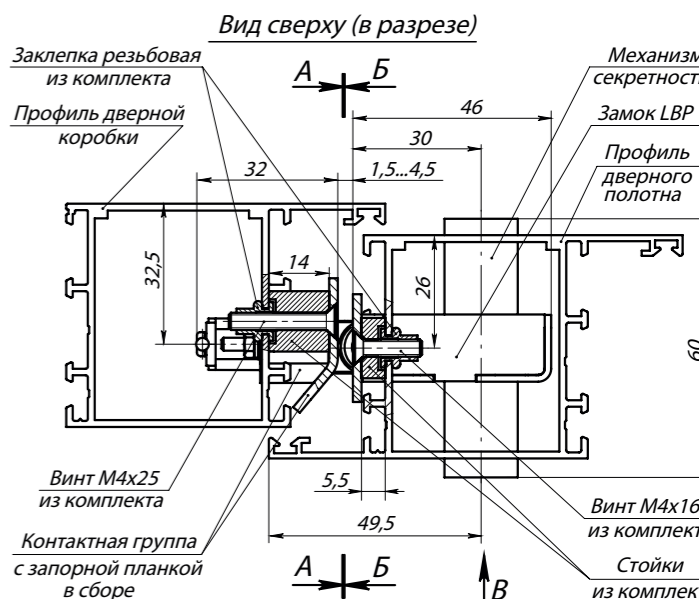

Рис. 3. Замок с контактной группой PERCo-BP2 в сборе (виды А, Б и В изображены на установочных шаблонах)
- профили дверного полотна AGS68\_6863, AGS50\_5213 и профили дверной коробки: AGS68\_6864, AGS50\_5215 (ООО «Агрисовгаз»), или аналогичные им по своему сечению (см. рис. 3).